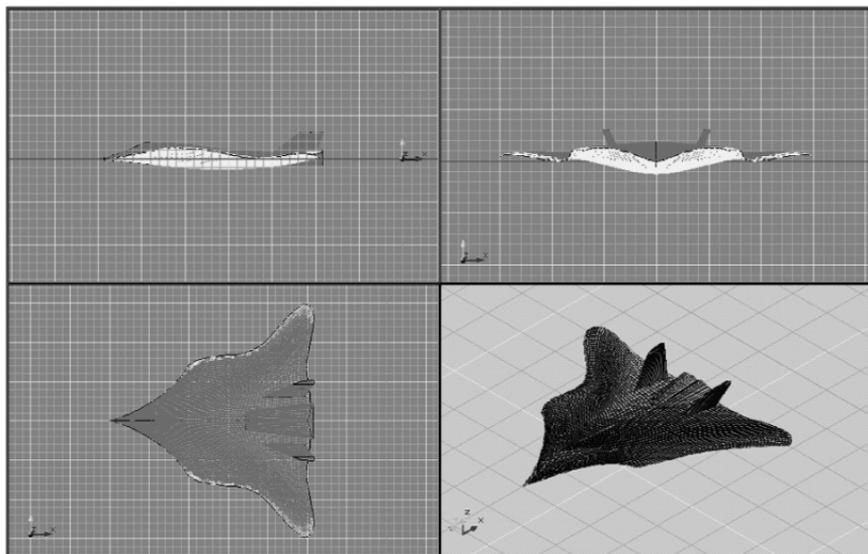

Рис. 7.13. Трехмерная поверхностная модель самолета в проекциях
6. На новом слое создайте хвостовую часть и сопла с помощью команды **Ruled Mesh** (Сетка соединения). Результат построений в трех прямоугольных двухмерных проекциях и в югозападной изометрии представлен на рис. 7.13. При необходимости можно редактировать исходные фигуры для корректировки аэродинамических свойств летательного аппарата.